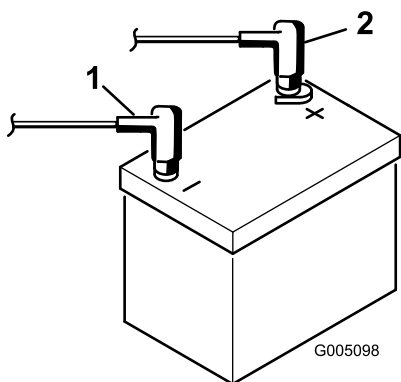

Рисунок 6
- Подсоедините положительный кабель (красный) к положительной клемме (+), а отрицательный кабель (черный) – к отрицательной (–) клемме аккумуляторной батареи и закрепите их болтами и гайками (Рисунок 6). Наденьте на положительную клемму резиновый чехол для предотвращения возможного замыкания на массу.